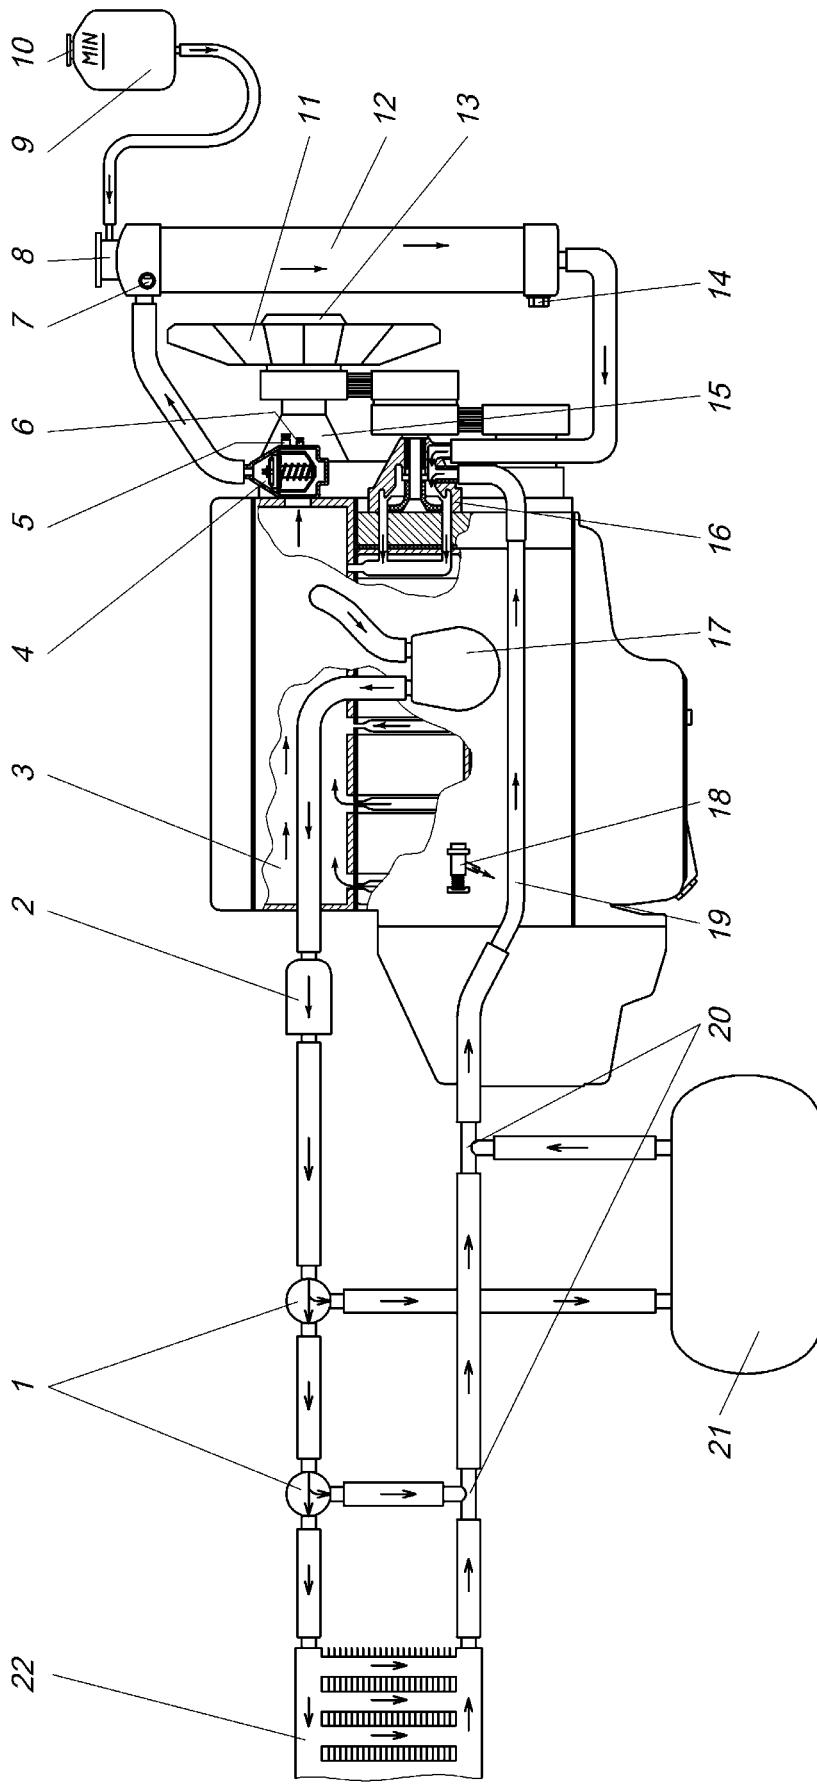

Рисунок 22 – Схема системы охлаждения двигателя:
**Система охлаждения** (Рисунок 22) - жидкостная, закрытая, с принудительной циркуляцией охлаждающей жидкости. Система включает в себя водяные рубашки в блоке цилиндров и в головке цилиндров, водяной насос, терmostат, радиатор, жидкостно-масляный теплообменник, расширительный бачок со специальной пробкой, вентилятор с муфтой, краны слива ОЖ на блоке цилиндров и радиаторе, датчики: температуры охлаждающей жидкости системы управления, указателя температуры ОЖ, сигнализатора перегрева ОЖ.